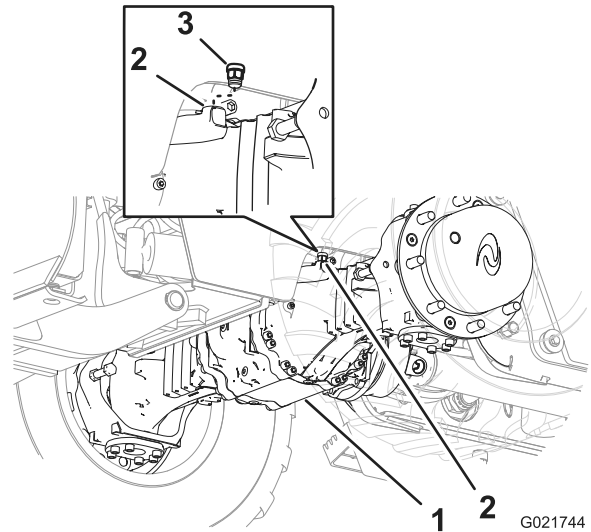
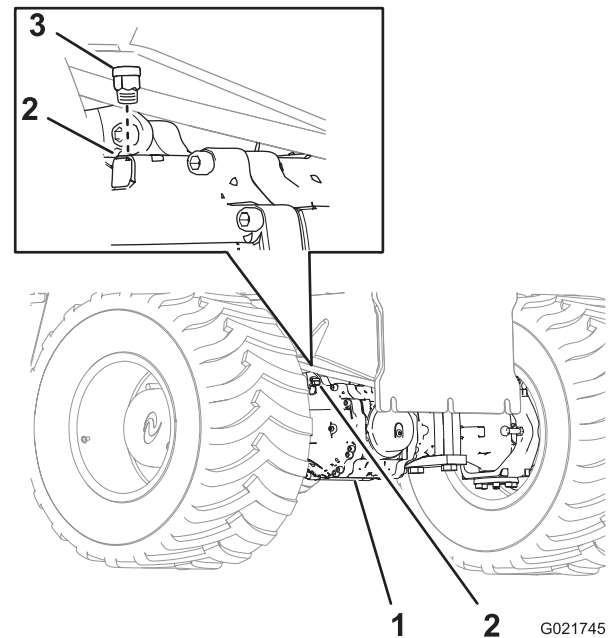

Figura 73
Figura 74
1. Pulite la zona intorno agli sfiatatoi con un solvente detergente (Figura 73 e Figura 74).
2. Rimuovete lo sfiatatoio dall'assale anteriore (Figura 73).
3. Rimuovete lo sfiatatoio dall'assale posteriore (Figura 74).
6. Montate lo sfiatatoio nell'assale anteriore (Figura 73).
7. Montate lo sfiatatoio nell'assale posteriore (Figura 74).